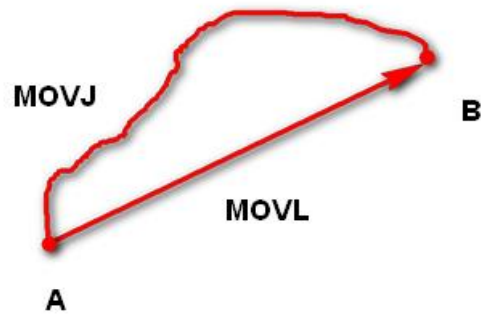

图 3.6 MOVL 和 MOVJ 运动模式
- MOVJ：关节运动，由A点运动到B点，各个关节从A点对应的关节角运行至B点对应的关节角。关节运动过程中，各个关节轴的运行时间需一致，且同时到达终点，如图 3.6所示。
- **MOVL:** 直线运动，A点到B点的路径为直线，如图 3.6所示。